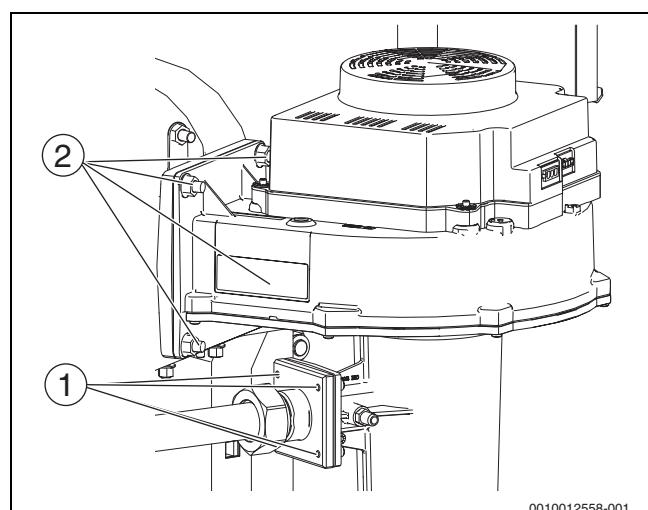

Bild 65 Gebläse ausbauen (Kesselgröße 200-300 kW)
- Gemischflansch durch entfernen der 4 Muttern am Venturi abschrauben (→ Bild 65, [1]).
- 4 Sechskant-Muttern am Gemischkrümmer entfernen (→ Bild 65).
- Gebläse durch entfernen der 4 Muttern am Gemischkrümmer abschrauben (→ Bild 65, [2]).